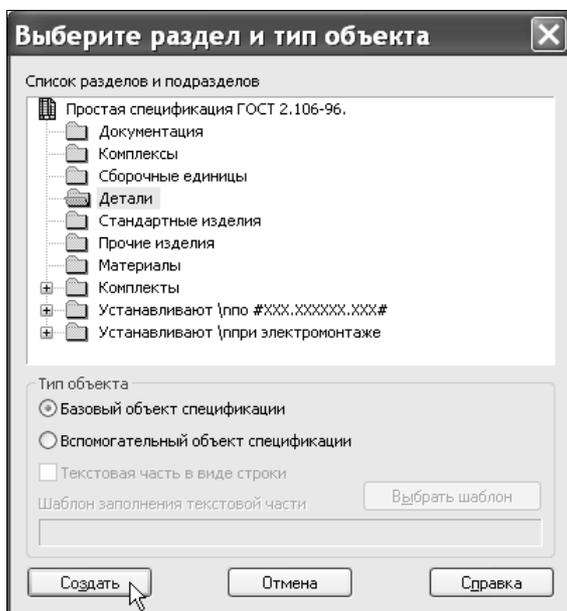

Рис. 9.79. Диалоговое окно **Выберите раздел и тип объекта**
3. На экране появится диалоговое окно **Выберите раздел и тип объекта** (рис. 9.79). Выделите раздел, который вам нужно вставить в спецификацию, например **Детали**, и нажмите кнопку **Создать**.